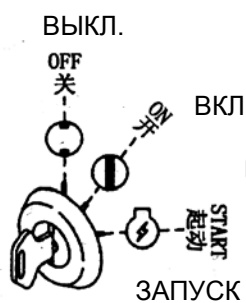

Рис. 2-24.
2.2.2.1 Переключатель запуска (Рис. 2-24)